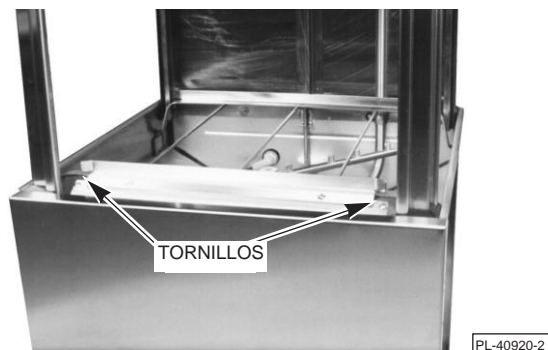

Fig. 2
2. Extraiga los dos tornillos y las dos tuercas de los dos bordes exteriores del protector contra salpicaduras (Fig. 2).